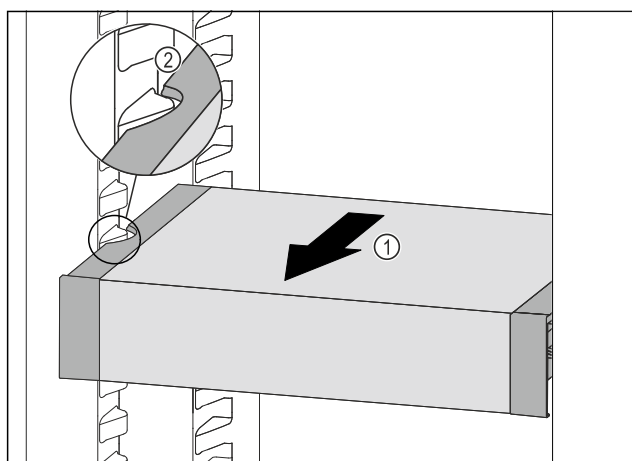

Fig. 97
- 向前拉动 VarioSafe Fig. 97 (1)，直至 VarioSafe 的侧部凹槽与冷藏区中的容器肋梁持平。Fig. 97 (2)